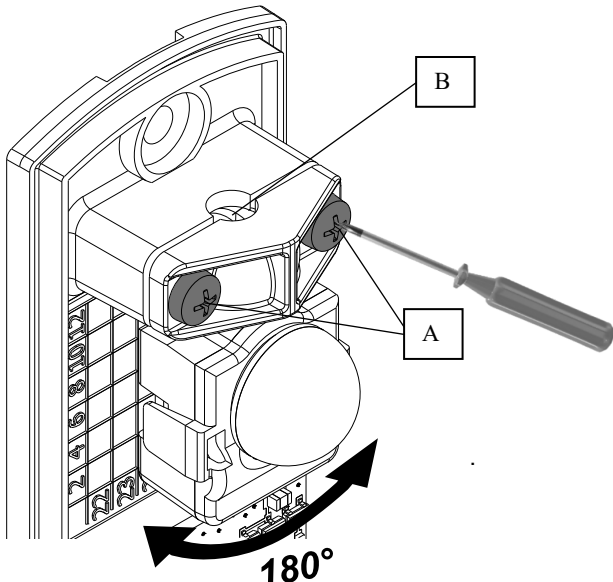

Fig. 1
- 1) Desserrer légèrement les vis de serrage des têtes rotatives « A » (fig. 1).
- 2) Orienter les têtes TX et RX l'une vers l'autre jusqu'à obtenir la LED rouge sur le RX (fig. 1 et 2).
- 3) Une fois la LED rouge allumé, le faisceau est détecté. Pour affiner le réglage il faut suivre la procédure 3. POINT DE TEST. Vous pouvez utiliser l'encoche « B » (fig. 1) avec un tournevis plat.
- 1) Allentare leggermente le viti di serraggio delle teste rotanti "A" (fig. 1).
- 2) Orientare le teste TX e RX l'una verso l'altra fino a visualizzare il LED rosso sulla RX (fig. 1 e 2).
- 3) Una volta che il LED rosso si accende, il raggio è stato rilevato. Per regolare con precisione l'impostazione, seguire la procedura 3. PUNTO DI PROVA. La tacca "B" (fig. 1) può essere utilizzata con un cacciavite piatto.
- 1) 1) Slightly loosen the clamping screws of the rotating heads "A" (fig. 1).
- 2) 2) Orient the TX and RX heads towards each other until you see the red LED on the RX (fig. 1 et 2).
- 3) 3) Once the red LED lights up, the beam is detected. To fine-tune the setting, follow procedure 3. TEST POINT. You can use the notch "B" (fig. 1) with a flat screwdriver.
- 1) Afloje ligeramente los tornillos de apriete de los cabezales giratorios "A" (fig. 1).
- 2) Oriente los cabezales TX y RX uno hacia el otro hasta que vea el LED rojo en el RX (fig. 1 y 2).
- 3) Una vez que el LED rojo se enciende, se detecta el haz. Para afinar el ajuste, siga el procedimiento 3. PUNTO DE PRUEBA. Puede utilizar la muesca "B" (fig. 1) con un destornillador plano.